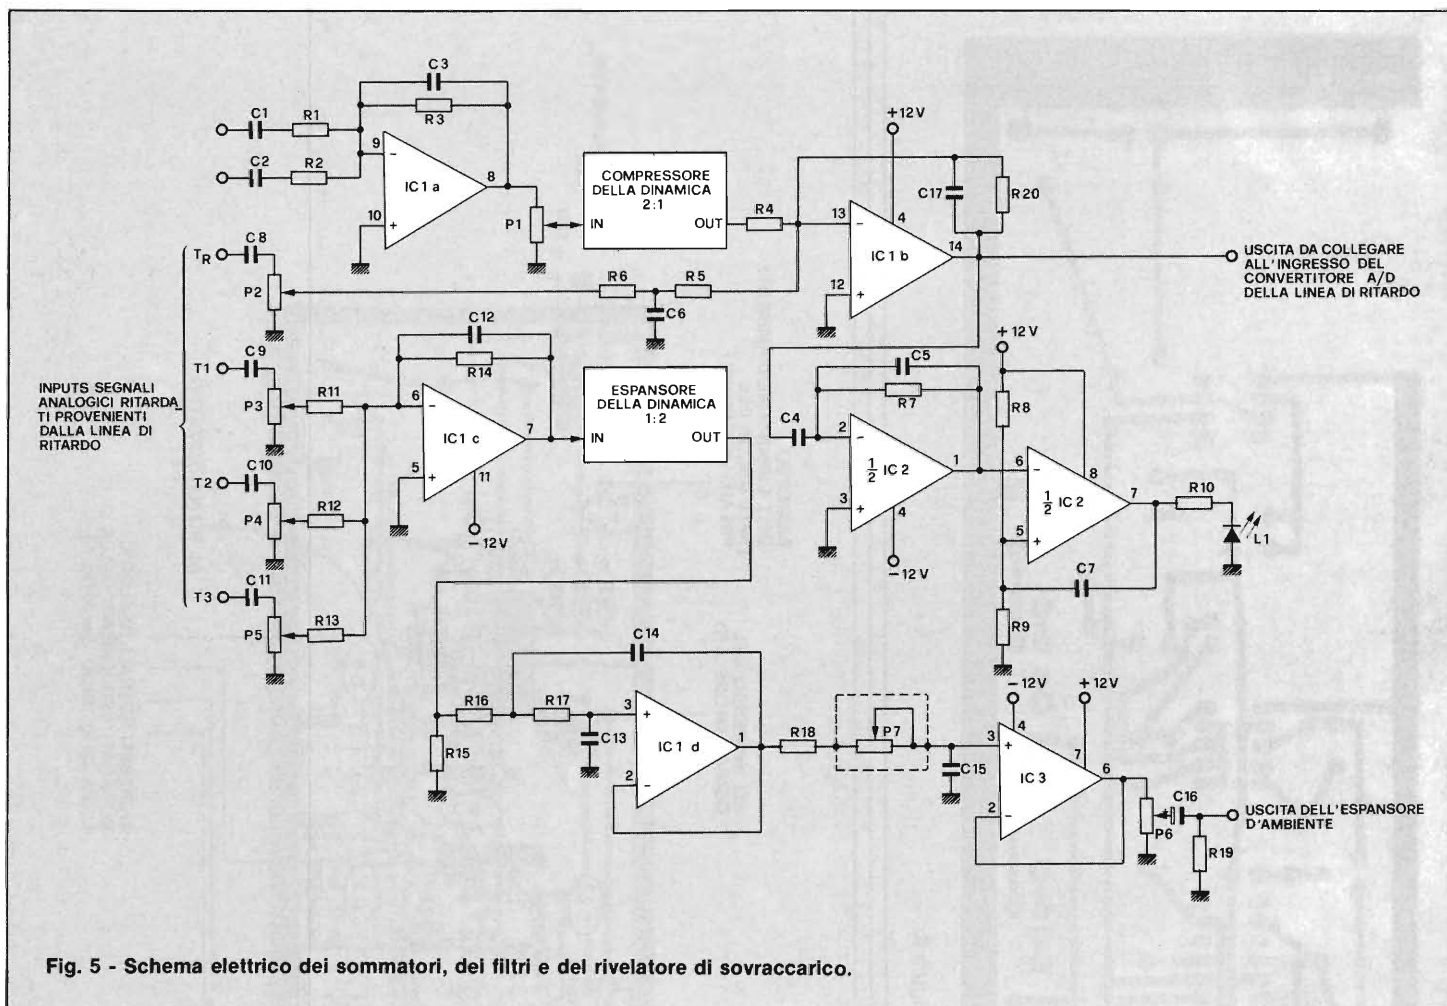

Fig. 5 - Schema elettrico dei sommatatori, dei filtri e del rivelatore di sovraccarico.
**ELENCO COMPONENTI DI FIG. 5 E 6**